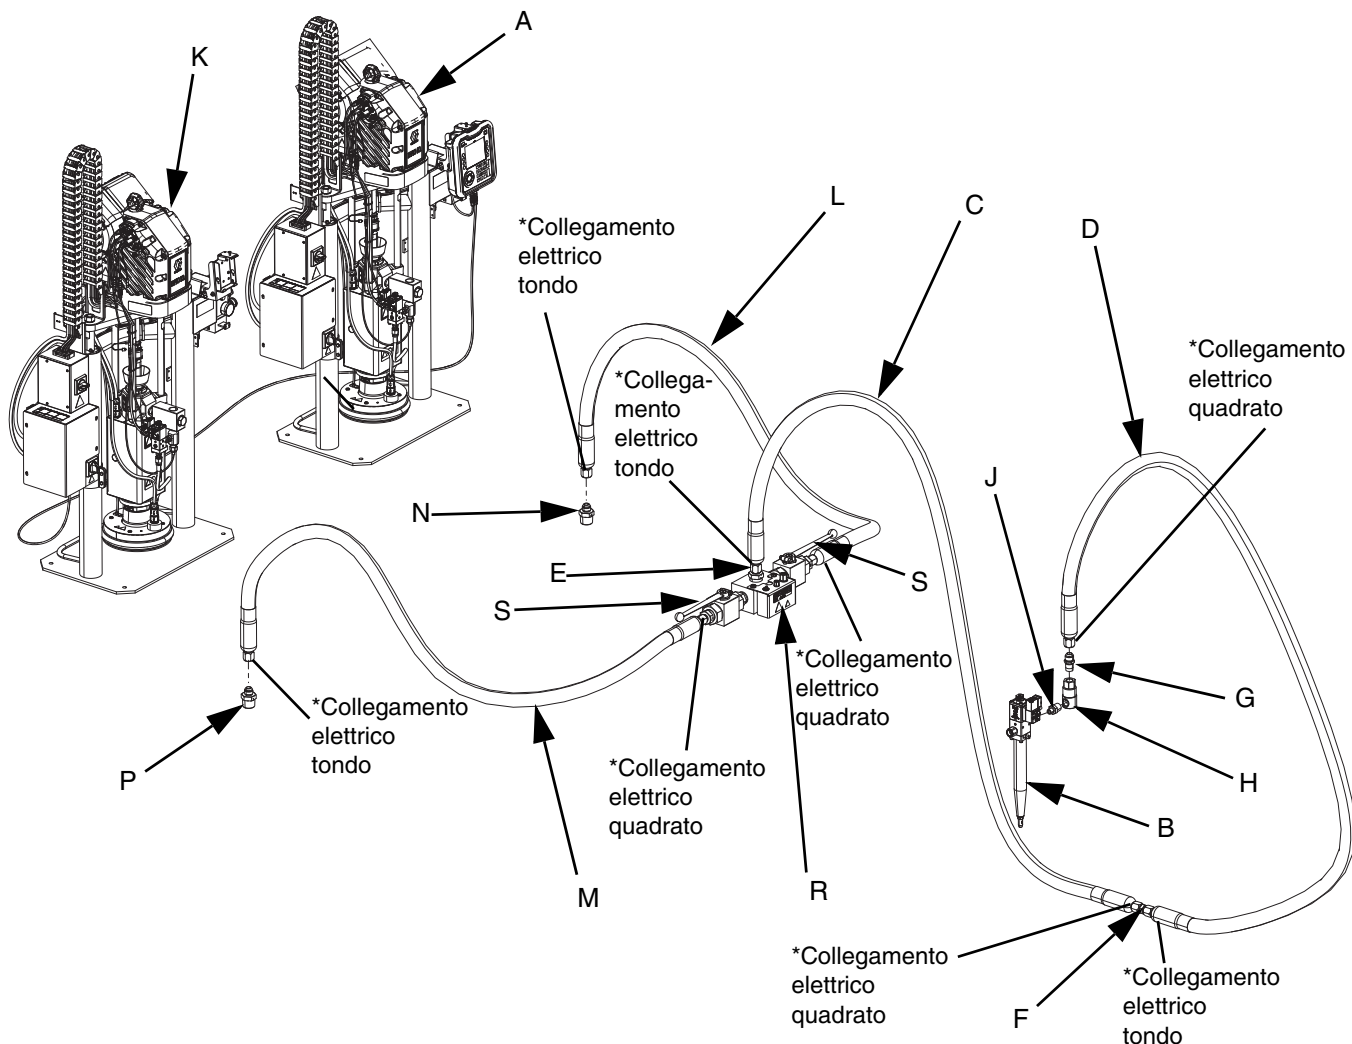

FIG. 2: Sistema di erogazione E-Flo iQ Tandem
NOTA: FIG. 2 mostra un'installazione tipica del sistema di erogazione E-Flo iQ con un'unità di alimentazione per pistone iQ Tandem, flessibili, connettori e una valvola di erogazione iQ. Per alcune installazioni potrebbe non essere richiesto il flessibile di alimentazione 2 (D) per la valvola di erogazione iQ (B) in base alle esigenze del sistema.